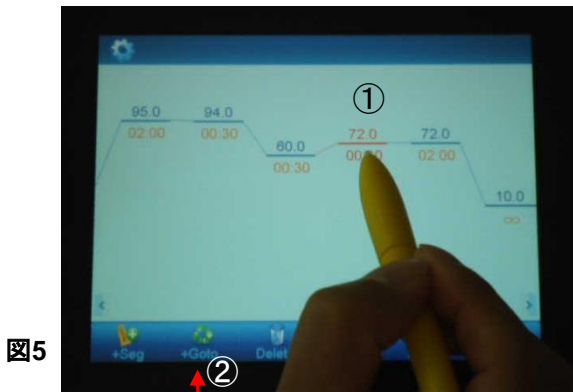

図5
サイクルを設定する場合、サイクルさせる最初か最終のセグメントを選択(図5-①)してから、+Goto (図5-②)をタッチします。